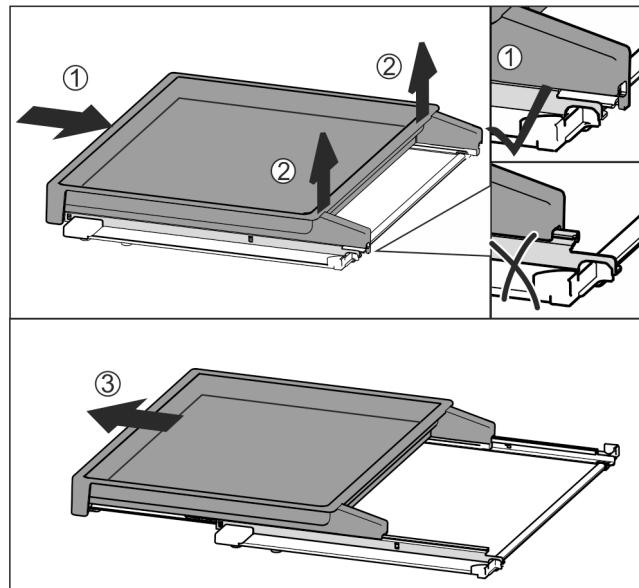

Fig. 32
- Вставить вытяжную панель полностью Fig. 32 (1).
- Отпустить фиксацию на задней стороне Fig. 32 (2).
- Извлеките вытяжную панель движением вперед Fig. 32 (3).